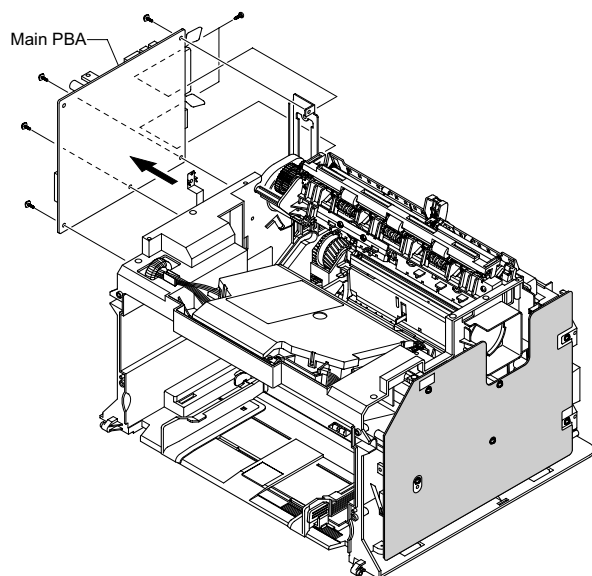

Рисунок 2
4. Выкрутите 6 винтов, крепящих главную плату, и снимите ее, рисунок 2.